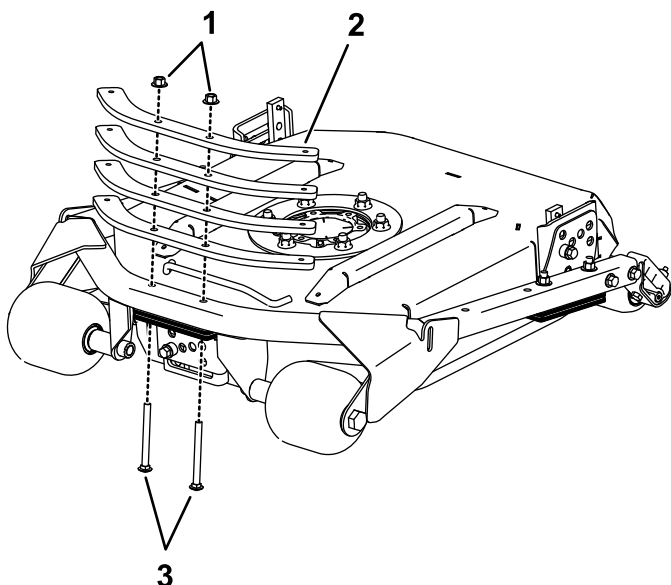

図 2
2. チューブフレームの上にバラストプレートを載せ、キット付属の長いキャリッジねじと、ステップ1で外したナットで固定する図2。